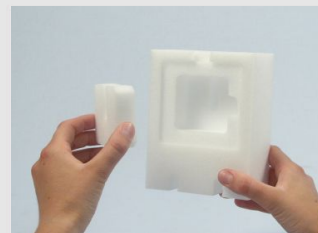

Abbildung 4
2. Öffne den Sonnenkollektor und nimm das kleine Stück Schaumstoff aus ihm heraus (Abb. 4).